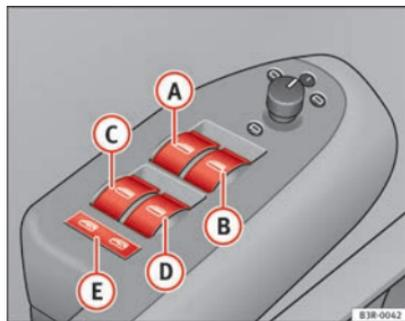

Fig. 79 Pormenor da porta do condutor: Comandos
- A** Comutador ⇒ Fig. 79 para o vidro da porta do condutor
Com o interruptor de segurança ⇒ Fig. 79 (E) podem desactivar-se os interruptores das portas traseiras. Só quando este interruptor está premido é que é possível subir e descer os vidros a partir dos bancos traseiros.